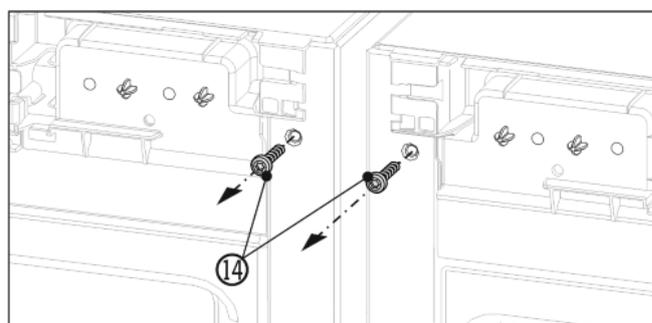

Fig. 6
- Prima del montaggio della squadra superiore, svitare le due viti per messa a terra Fig. 6 (14).